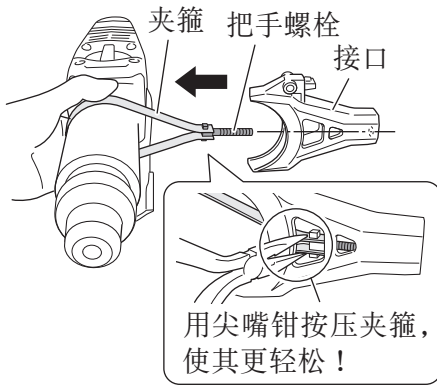

图 4
- (3) 用手拿着夹箍确保把手螺栓不会松动时，将手柄插进接口中。（图 4）